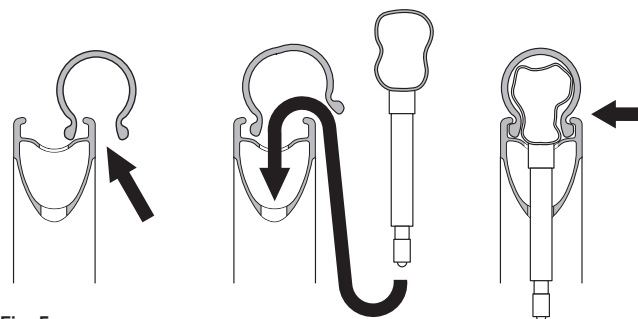

Fig. 5
- Inserite un lato del pneumatico nell'apposita sede sul cerchio (Fig. 5).